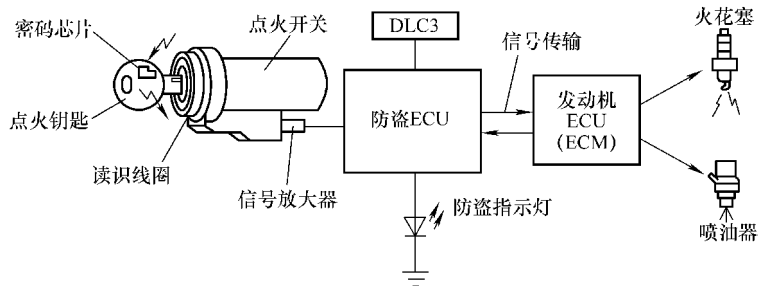

图 10-8 丰田轿车防起动系统的组成和工作原理
(1) 组成 丰田防起动系统主要由点火开关(含读识线圈)、点火钥匙(含密码芯片)、防盗 ECU、发动机 ECU 以及连接线路等组成。
(2) 工作原理 如图 10-8 所示,防起动系统采用专门的防盗 ECU 或在发动机 ECU 中设置防盗功能,并且在点火钥匙中置入一块带有起动密码的缩微电子芯片,在起动时,防起动系统将会对点火钥匙的密码进行认证,认可后方能起动发动机。当防起动系统被触发后,控制电脑将点火及喷油器信号同时锁止。